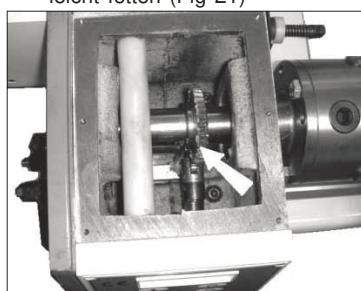

Fig 21
12....Zahnräder im Spindelstock leicht fetten (Fig 21)